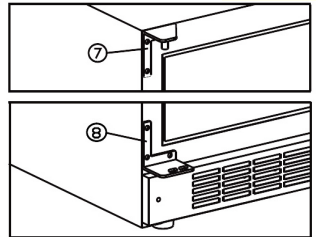

Abb. 5.4
- Das beigelegte, linke, obere und untere Scharnier montieren (7 + 8). Siehe Abb. 5.4
- Den früher abmontierten Türzapfen (3) in das untere Scharnier einsetzen
- Die Tür im oberen Scharnier (7) und gegen den Türzapfen montieren (3), den Türzapfen festschrauben (1)